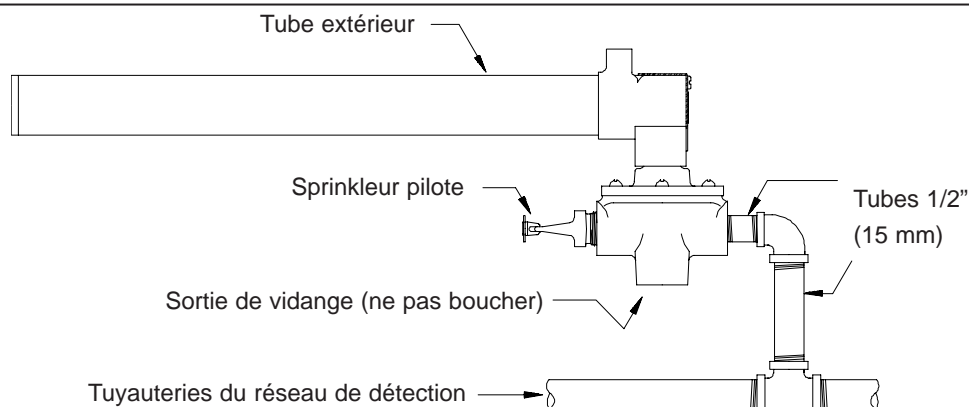

Figure 1
5. Sauf indication contraire dans les informations techniques, les tuyauteries du réseau de détection devraient être en ½", en acier galvanisé ou en cuivre. Le réseau de détection ½" (15 mm) doit être purgé pour éliminer toute présence de corps étrangers avant le montage du détecteur. Connecter le détecteur vélocimétrique au réseau de détection à l'aide d'un tube ½" (15 mm) comme indiqué sur la figure 1.